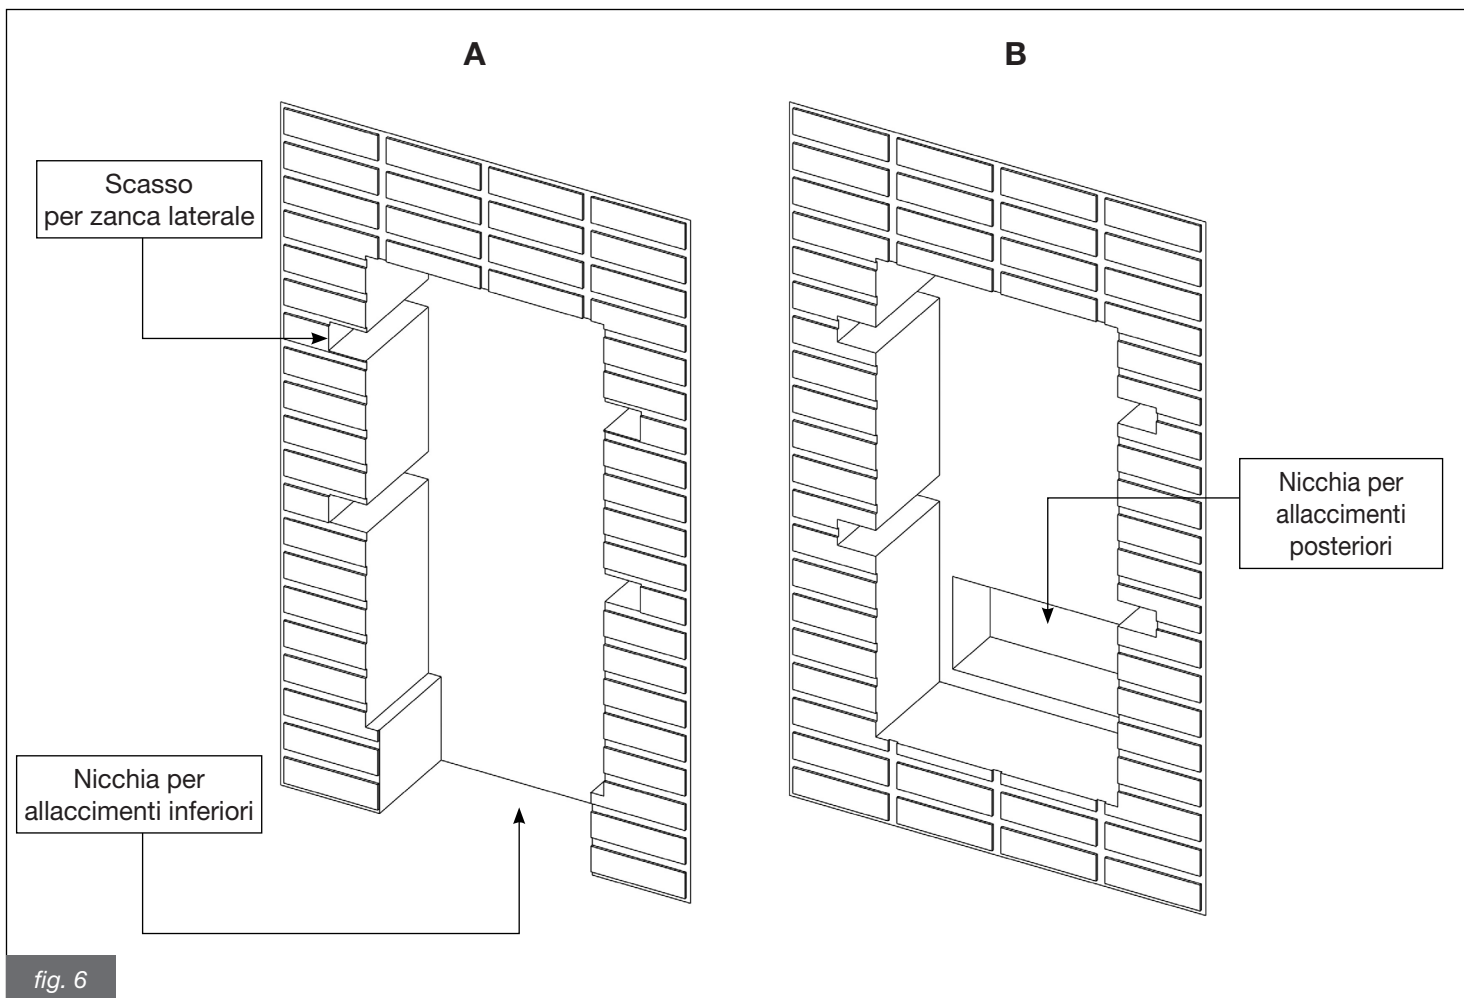

fig. 6
1. Ricavare nel muro una nicchia di dimensioni adatte a contenere il telaio da incasso, prevedendo quattro scassi in corrispondenza delle zanche del telaio (fig. 6) ed uno spazio per gli allacciamenti idraulici ed elettrici: inferiore (fig. 6A) oppure posteriore (fig. 6B).